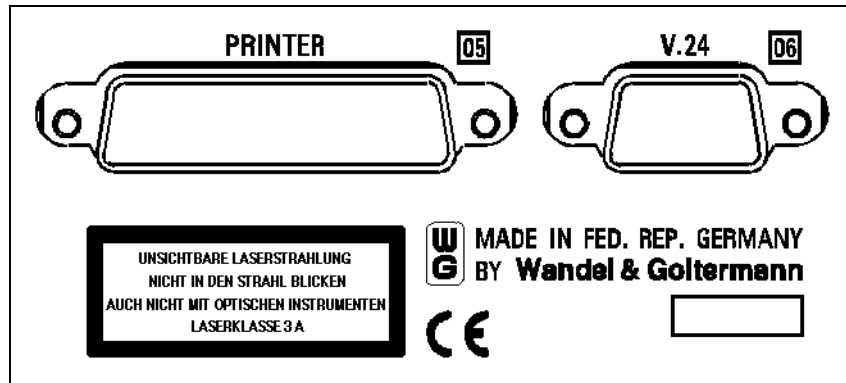

Bild W-7 Lasersicherheits-Hinweisschild auf der Frontplatte des ANT-20SE
9. Bringen Sie das Lasersicherheits-Hinweisschild der Klasse 3A an (siehe Bild W-7).
2. Entfernen Sie die vormontierte Abdeckplatte, sechs Schrauben (C).
4. Verschrauben Sie die Rückwand des Schnittstellen-Moduls mit dem Chassis, acht Schrauben (D).
5. Verschrauben Sie das Schnittstellen-Modul mit der Gehäusewanne, sieben Senkschrauben (B).
6. Montieren Sie die Abdeckplatte, sechs Schrauben (C).
8. Verschrauben Sie die Unterschale, vier Schrauben (A).
Wir empfehlen Ihnen, das Lasersicherheits-Hinweisschild auf der Frontplatte des ANT-20SE unterhalb der Buchse [05] anzubringen (siehe Bild W-7).